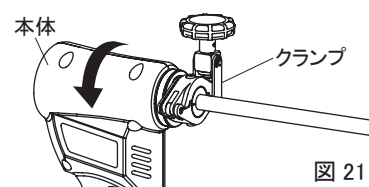

図 21
(3) パイプ取外し
- ① クランプに本体を取付けた時と反対の手順でクランプから本体を外してください(図21)。